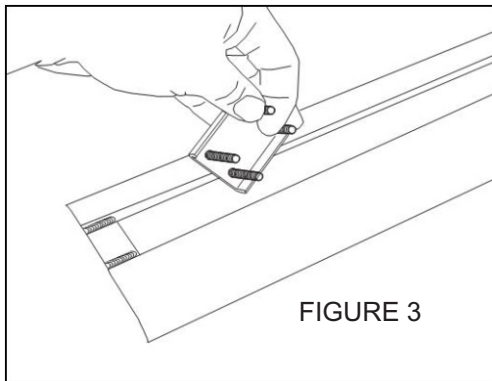

FIGURE 3
- ÉTAPE 5. Fixez les barres étape en utilisant du matériel inclus M6 comme indiqué dans les figures 3, 4 et 5